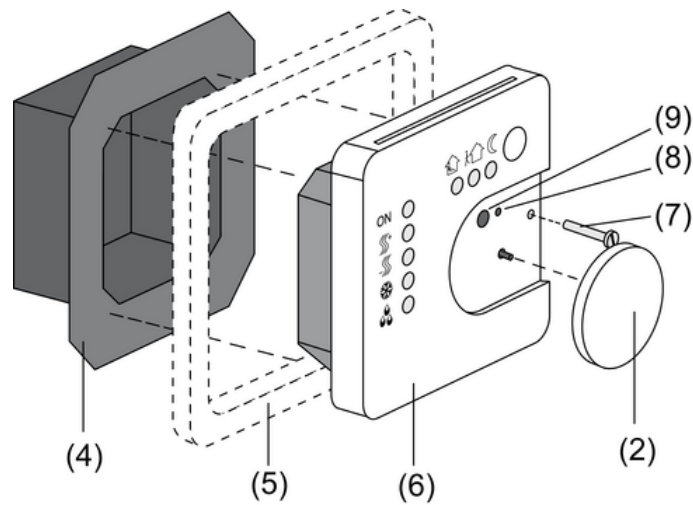
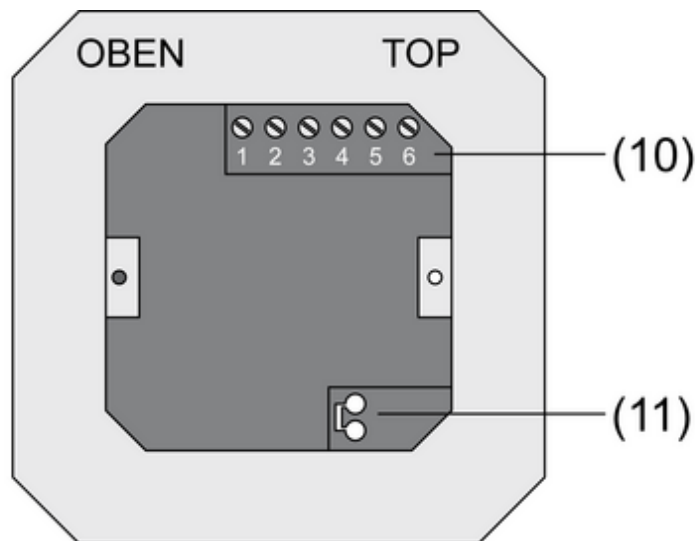
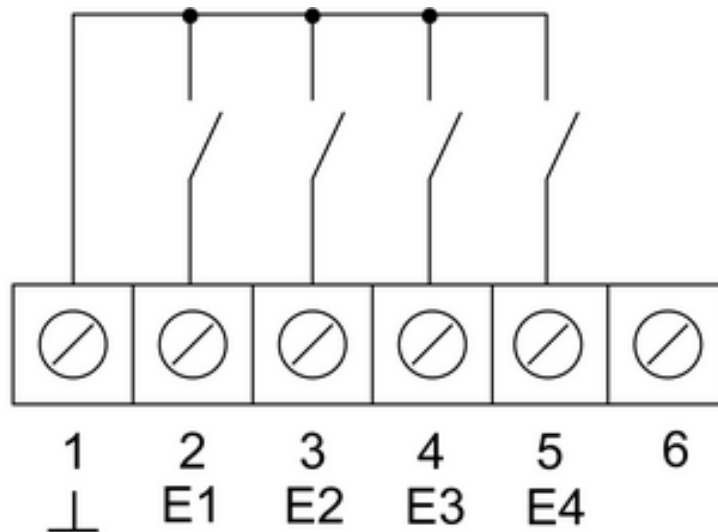
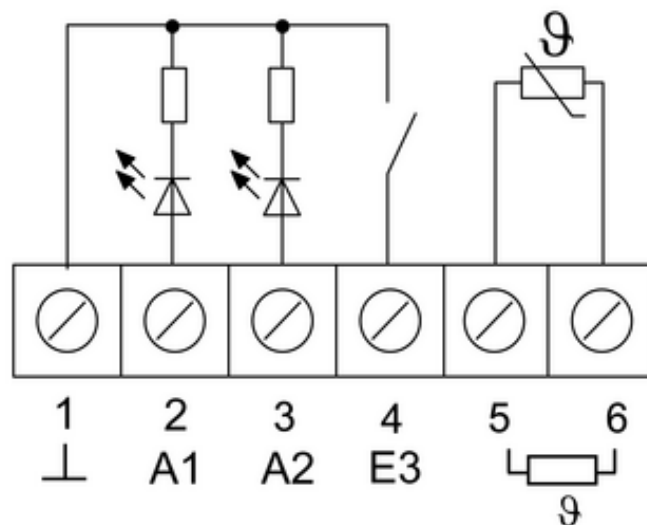

Figure 2
Figure 3
Figure 4
Figure 5
- (4) Mécanisme de bornes
- (5) Cadre design
- (6) Mécanisme électronique
- (7) Vis de fixation
- (8) LED de programmation
- (9) Touche de programmation
- Séparer le mécanisme de bornes (4) et la garniture électronique (6) (figure 2).
- Enfiler la ligne de bus dans le mécanisme de bornes sur la borne de raccordement (11) (figure 3).
- Entrées binaires **E1...E4** : raccorder les contacts de fenêtre, les poussoirs de contact normalement ouvert ou fermé aux bornes **1** et **2...5** (figure 4) du bornier (10) (figure 3).
- Entrées binaires **A1...A2** : raccorder les LED ou les relais électroniques aux bornes **1** et **2, 3** (figure 5) du bornier (10) (figure 3).
- Raccorder la sonde de température externe aux bornes **5** et **6** (figure 5) du bornier (10) (figure 3).
- Introduire le mécanisme de bornes (4) (figure 2) dans un boîtier d'appareillage à encastrer. Observer l'inscription **OBEN / TOP**. Le raccordement de bus (11) doit se trouver à droite (figure 3).
- Positionner le cadre design (5) sur le mécanisme de bornes (4) (figure 2).
- Insérer le mécanisme électronique (6) en bonne position sur le mécanisme de bornes (4) (figure 2).
- Retirer la molette (2) (figure 2).
- Fixer le mécanisme électronique avec les vis de fixation (7)(figure 2).
- Remettre la molette (2) en place (figure 2).
- Appuyer sur la touche de programmation (9) (figure 2).
La LED de programmation (8) est allumée (figure 2).
La LED de programmation (8) s'éteint (figure 2).